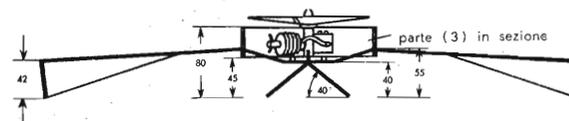
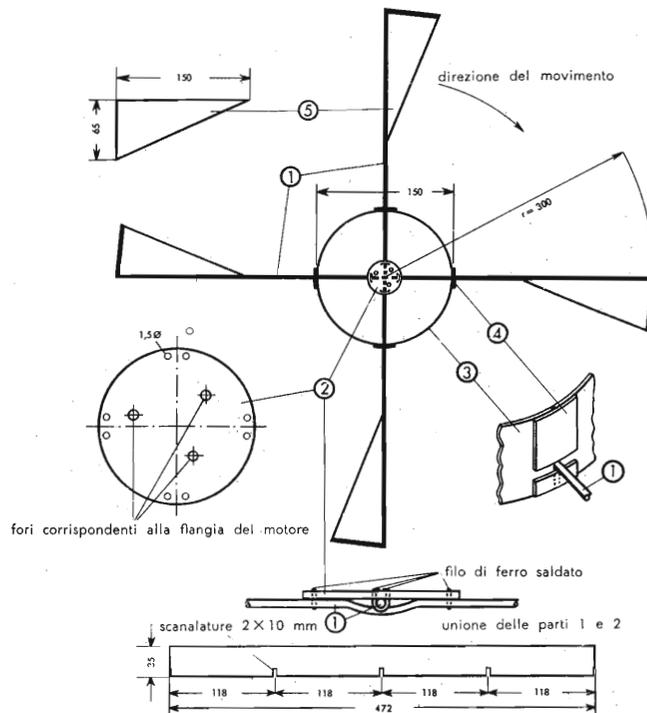

Fig. 568. Trottoia aerea vista di fianco.
Fig. 569. Trottoia aerea vista dall'alto (senza motore) e misure dei pezzi.
Questo modello è formato semplicemente da un po' di filo d'acciaio, da cartone e da un motore da 0,5 a 0,8 cm³, con elica (fig. 569 e tav. XXVIII).
Guida alla costruzione. Costruiamo dapprima il supporto per il motore (2). Pratichiamo in esso tre fori del diametro di 2 mm per il fissaggio delle flange del motore, e otto fori del diametro di 1 mm per il fissaggio delle barrette d'acciaio (1), che costituiscono la crociera delle ali e che pieghiamo nella forma indicata nella veduta laterale (fig. 568). Uno dei fili d'acciaio deve essere leggermente piegato nel centro, perché possa aderire alla parte (2). Dopo aver unito a croce i fili di ottone o di rame, li salderemo a stagno. I due fili (1) devono essere piegati esattamente nello stesso modo; altrimenti la trottola non volerà regolarmente. L'angolo d'incidenza deve essere di circa 40° e lo si controlla efficacemente con una sagoma triangolare che abbia questo angolo. A tal fine poniamo sul tavolo la crociera e spingiamo la sagoma sotto ciascuna estremità. Formiamo poi con cartone (o compensato) l'anello intero (3) e lo incolliamo. Pratichiamo poi le tacche di passaggio dei bracci della crociera. In seguito, vi incolliamo trasversalmente, delle strisce di cartone (fig. 569).
Ci resta da costruire il serbatoio, per esempio in banda stagnata. Dopo averlo ritagliato, piegato e saldato, lo installeremo sotto il carter del motore (fig. 568 e fotografia). Fissiamo il motore con viti, mentre assicuriamo il serbatoio al motore e al suo supporto (2) con filo per legature. Infine colleghiamo il serbatoio al motore con un pezzetto di tubo per il carburante. Il serbatoio deve al massimo contenere carburante per due minuti di volo, altrimenti la trottola vola troppo in alto o troppo lontano. Il peso di partenza, deve ammontare al massimo a 150 g.